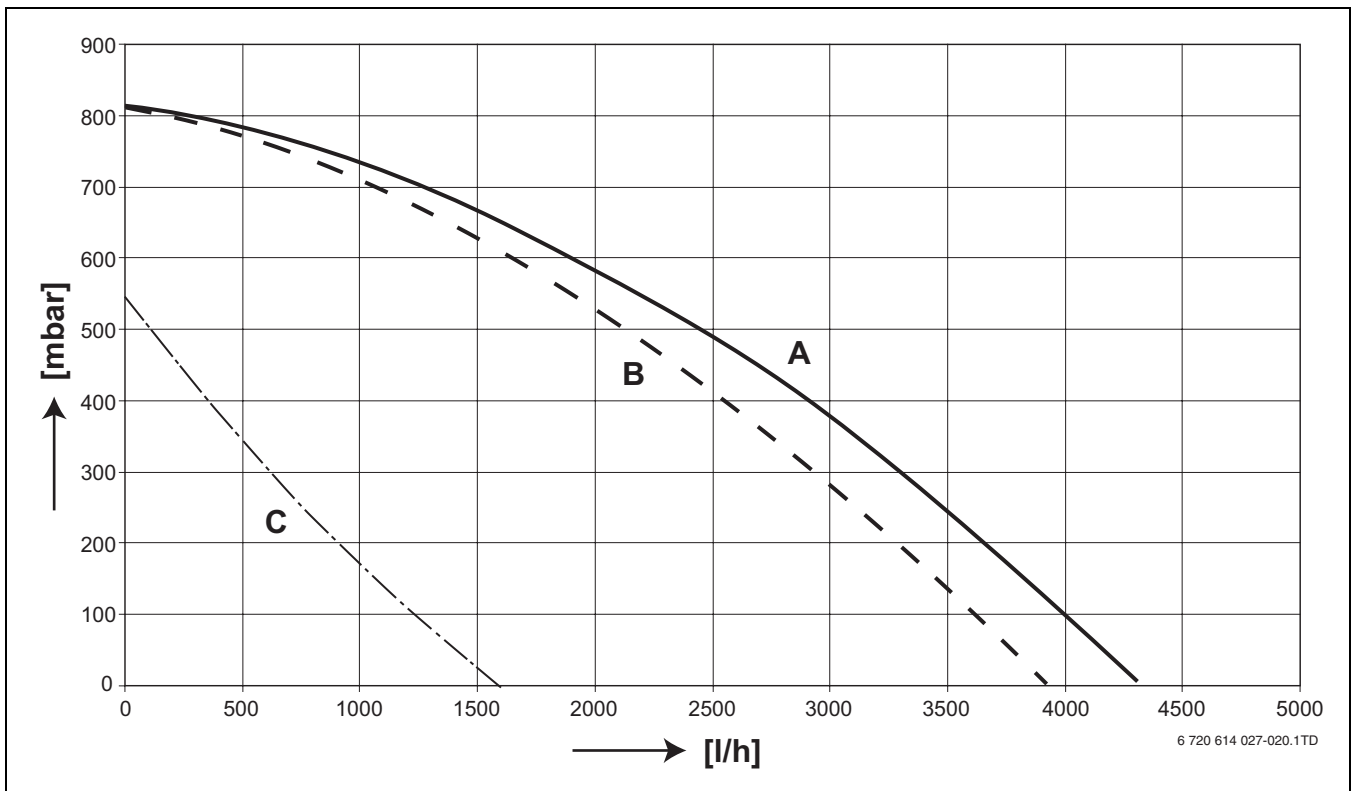

Fig. 19 Hauteur manométrique résiduelle à l'arrière du groupe de raccordement (UPER 25-80), avec et sans clapet anti-retour
- ▶ Pour déterminer le diamètre du tuyau de départ et de retour, tenir compte de la hauteur de refoulement résiduelle à l'arrière du kit de raccordement, lorsque le débit d'air requis est minimal (→ tabl. 4 et fig. 19, page 15). Le diamètre minimum du tuyau de départ et de retour est de 1½" ou Ø 35 mm.